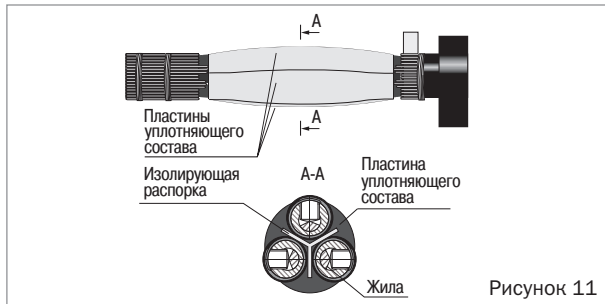

Рисунок 11
- Расположить между жилами кабелей пластины уплотняющего состава (призмы), предварительно сняв с них бумагу. Пластины уплотняющего состава должны располагаться большей стороной наружу. Руками утрамбовать пластины между жилами и распоркой. Допускается подогрев пластин уплотняющего состава и распорки горелкой (рисунок 11).